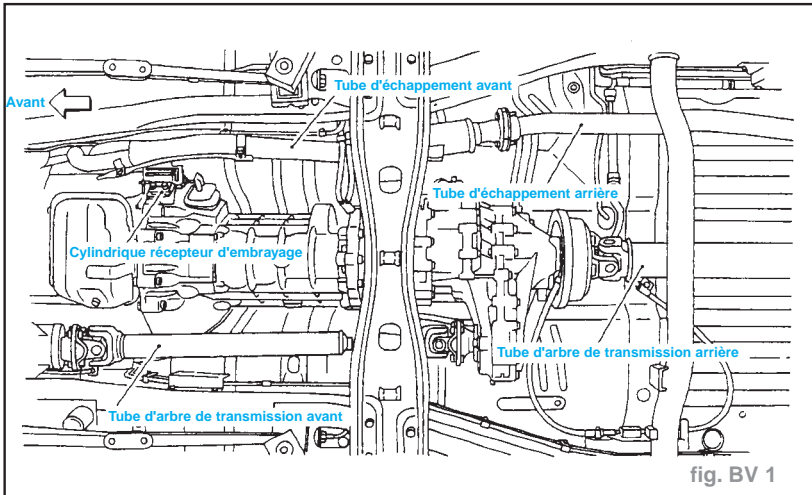

fig. BV 1
- les arbres de transmission avant et arrière (fig. BV. 1) (voir "Transmission")